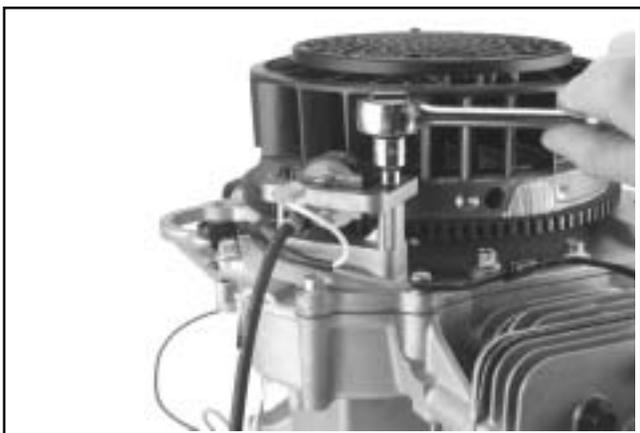

Figura 8-21. Rimozione del modulo di accensione.
4. Rimuovere le due viti esagonali ed il modulo di accensione. Vedere Figura 8-21.